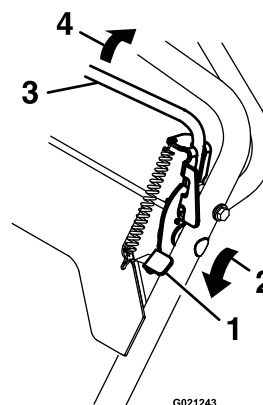

Figure 13
2. Poussez et maintenez le verrou de la commande des lames en avant pour relâcher la barre de commande des lames (Figure 13).